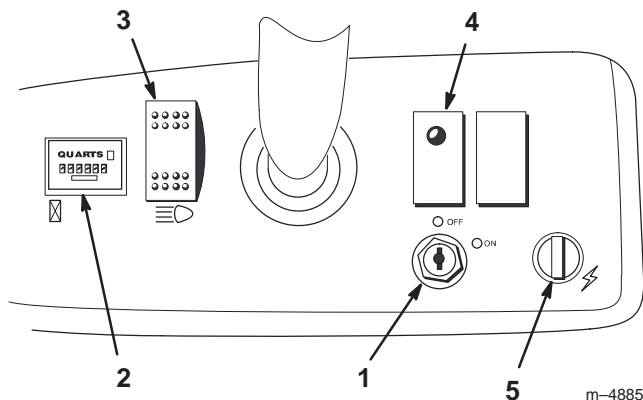

Figure 16
Le commutateur d'allumage (Fig. 16) sert à mettre le moteur en marche et à l'arrêter. Il a deux positions : contact coupé (OFF) et contact établi (ON). Tournez la clé dans le sens horaire jusqu'à la position "ON" pour mettre le moteur en marche. Lorsque le véhicule est arrêté, tournez la clé dans le sens anti-horaire à la position "OFF". Enlevez la clé du commutateur d'allumage.
Le compteur horaire (Fig. 16) indique le nombre d'heures de fonctionnement du moteur. Il se déclenche chaque fois que la pédale d'accélérateur est enfoncée.
Il signale à l'utilisateur une baisse excessive de la pression d'huile (Fig. 16). S'il s'allume, vérifiez le niveau d'huile et faites l'appoint au besoin (voir la section Huile moteur, page 29).
Basculez le commutateur pour activer les phares. Appuyez dessus pour les allumer (Fig. 16).
La prise d'alimentation sert à alimenter les accessoires électriques en option (Fig. 16).